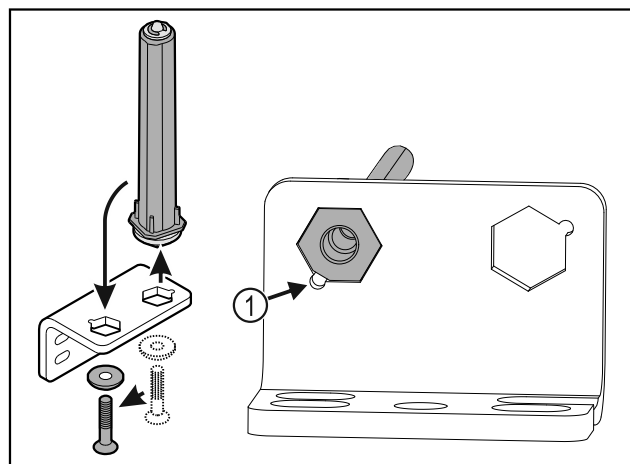

Fig. 39
- ▶ Βεβαιωθείτε ότι κατά την τοποθέτηση η λοξοτομή του πείρου είναι στραμμένη Fig. 39 (1) προς τη στρογγυλή οπή.